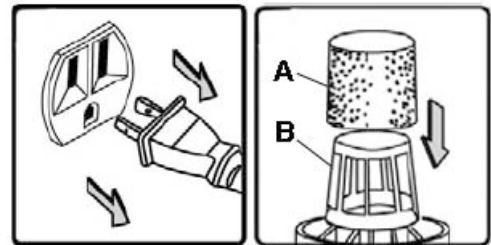

Figure 11
- 2) Retirez le couvercle/moteur assemblé de la cuve et installez un filtre en mousse propre et sec. Sous des conditions normales (petites quantités de liquide) ou pour aspirer de grandes quantités de liquide, installez seulement le filtre en mousse. Glissez le filtre en mousse (A) Fig.11 par-dessus la cage (B). Assurez-vous que l'intérieur de la cuve est propre.